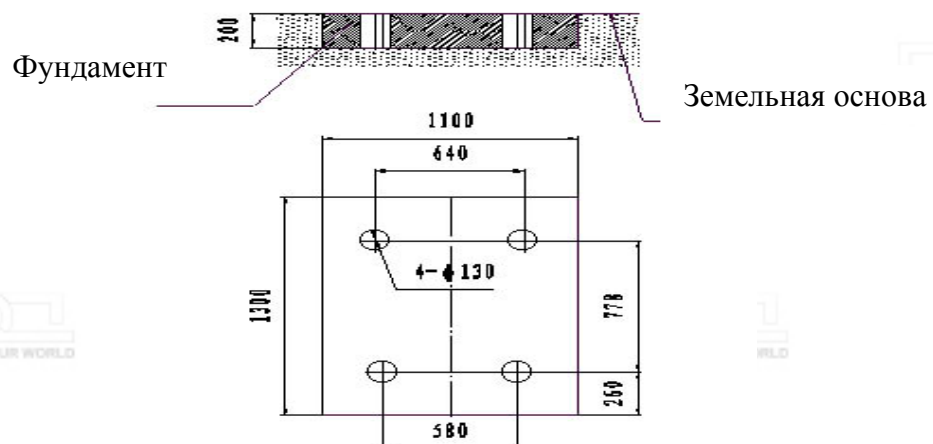

Рис. 2 Фундамент машины
- 3.1.1. Подготовить фундамент согласно Рис. 2. Установить машину, руководствуясь планом установки. Аккуратно установите машину на фундамент и проверить горизонтальность установки уровнем, выровнять основание всей машины при необходимости. Избегать слишком сильного затягивания болтов под маховиком, следить, чтобы не возникли деформации главного вала. Чтобы проверить, не произошел ли изгиб вала, первым делом поместите уровень в верхнюю часть главного вала. 5. Затем замерьте показания на двух больших маховиках - они должны быть в пределах 0.20 мм/м от предыдущего. После того, как все показания удовлетворяют требованиям зафиксируйте машину анкерными болтами и произведите заливку цементным раствором. После отвердения цемента обтянуть еще раз болты. Удалить консервационную смазку, надеть ремни и кожухи безопасности на большие колеса. Подсоединить питание.